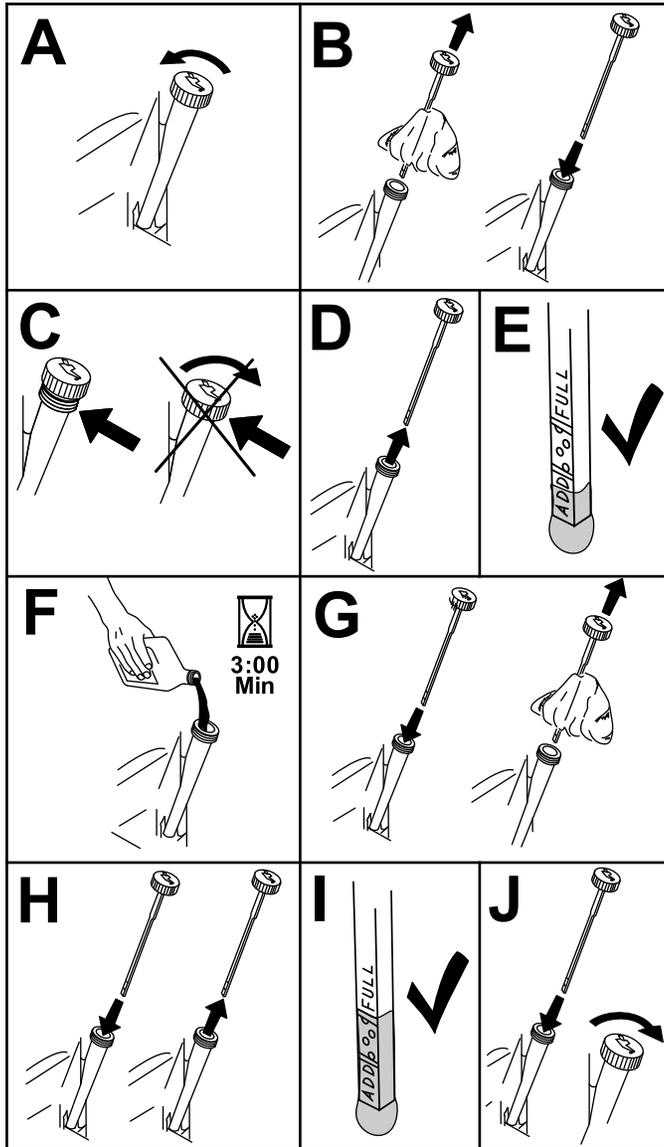

Bild 39
3. Kontrollieren Sie den Ölstand wie in (Bild 39) gezeigt.